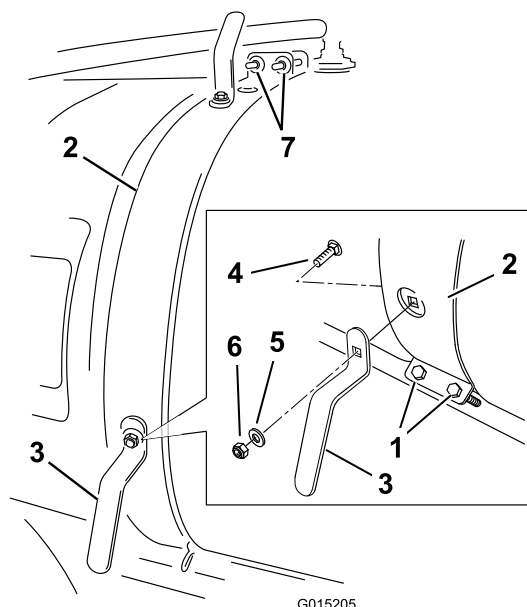

図 3
1. タンクの前ベルト（右側部分）をゆるめる（図 3）。
2. 下側ホース・フックを、図 3 に示すように取り付ける；キャリッジ・ボルト (5/16 x 3/4 インチ)、ワッシャ (3/8 インチ)、ロックナット (5/16 インチ) を使用する。
3. 上側ホース・フックを、図 3 に示すように取り付ける；キャリッジ・ボルト (5/16 x 3/4 インチ)、ワッシャ (3/8 インチ)、ロックナット (5/16 インチ) を使用する。